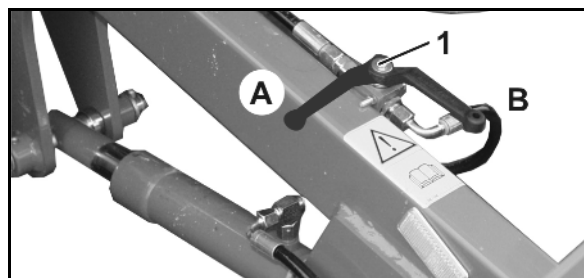

Рис. 100
2. Откройте запорный кран "Высота выравнивателя" (Рис. 100/1) (B).
- Держите шаровой кран (Рис. 100/1) в положении **В**,